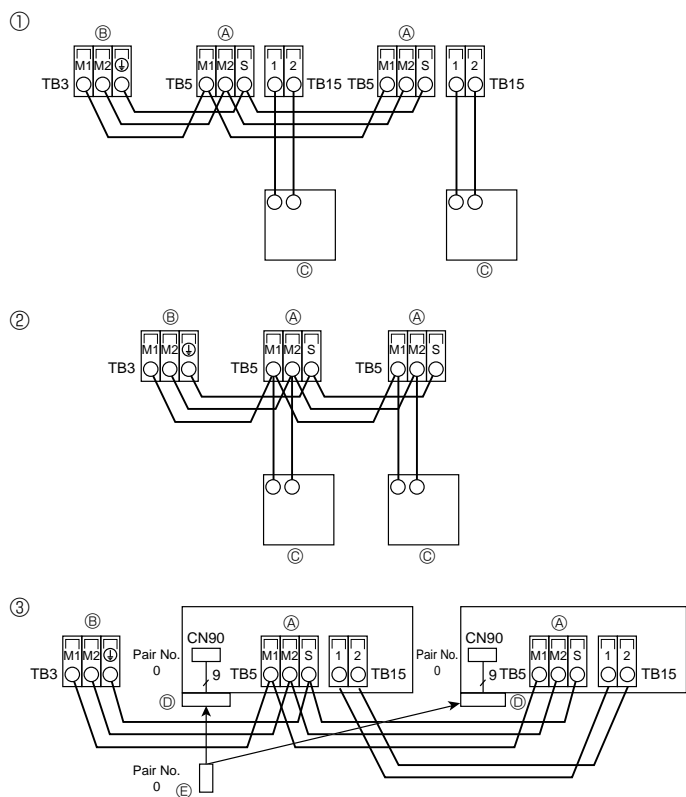
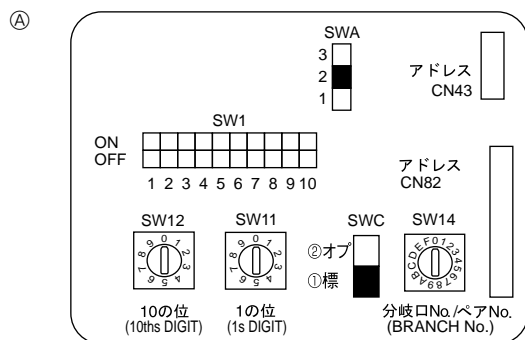

Fig. 6-3
Fig. 6-4
6.4. Ligação dos cabos de transmissão do controlo remoto e das unidades interior e exterior (Fig. 6-3)
① Controlo remoto MA
② Controlo remoto M-NET
③ Controlo remoto sem fios (durante a instalação do receptor de sinal sem fios)
- (A) Bloco terminal do cabo de transmissão da unidade interior
- (B) Bloco terminal do cabo de transmissão da unidade exterior(M1(A), M2(B), ⊕(S))
- (C) Controlo remoto
- (D) receptor de sinal sem fios
- (E) controlo remoto sem fios
6.5. Definição dos endereços (Fig. 6-4)
6.6. Regulação do interruptor para diferentes alturas de tectos (Fig.6-4)
6.7. Medição da temperatura da peça com a sonda incorporada no controlo remoto (Fig.6-4)